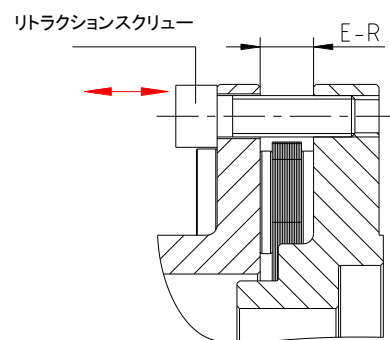

図 10
- リトラクションスクリューを締込むことによってスペーサーの両端にあるフランジ間寸法 E を表 8 の記載寸法 R だけ縮めて下さい。（図 10 をご参照）。
始動前に、輸送時固定用スリーブ(図 8 をご参照)とリトラクションスクリュー(図 10 をご参照)が